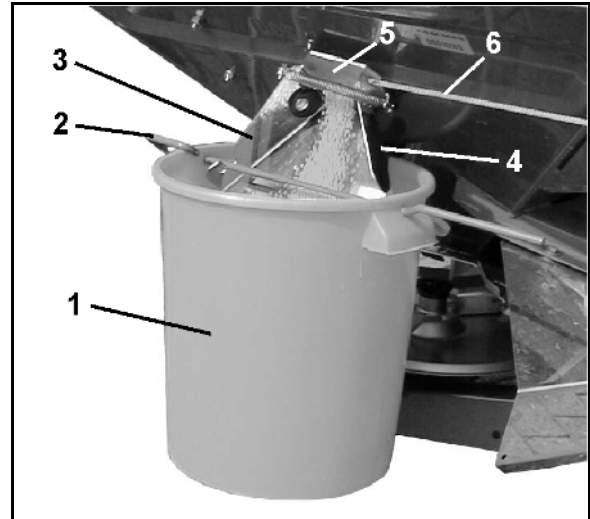

Bild. 68
7. Ta fram räkneskivan för rivanordningen. På skalan (Bild 68/2) för uppfångad mängd [kg] söker du upp talvärdet "17,5" (A) och lägger position "K" (B) över färgskalan (Bild 68/3).
8. Sök upp önskad spridningsmängd (400 kg/ha) (C) på skalan för spridningsmängden (Bild 68/1) och läs av erforderligt spjällläge (position) "23" (D).